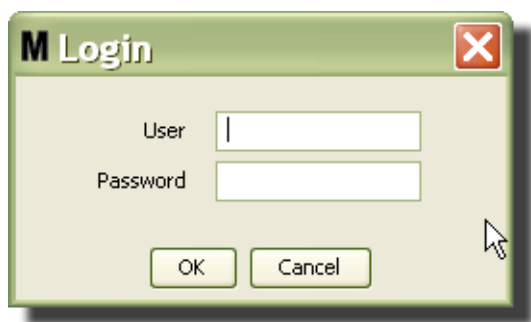

FIG. 184
3. Aparecerá el cuadro desplegable que se representa en la FIG. 184 para que usted introduzca su nombre de usuario y contraseña.